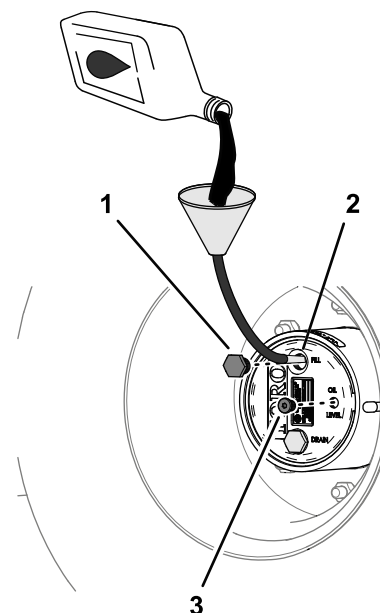

Figure 87
4. Si le niveau d'huile est trop bas, enlevez le bouchon de remplissage et ajoutez l'huile spécifiée jusqu'à ce qu'elle ressorte par le trou du bouchon de contrôle (Figure 87).
6. Remettez en place les bouchons de remplissage et de contrôle (Figure 87).
- Versez lentement l'huile pour engrenages spécifiée par l'orifice du bouchon de remplissage; voir Figure 87 sous Contrôle du niveau de lubrifiant du train planétaire (page 70).
- Remettez en place les bouchons de remplissage et de contrôle du niveau d'huile; voir Figure 87 sous Contrôle du niveau de lubrifiant du train planétaire (page 70)